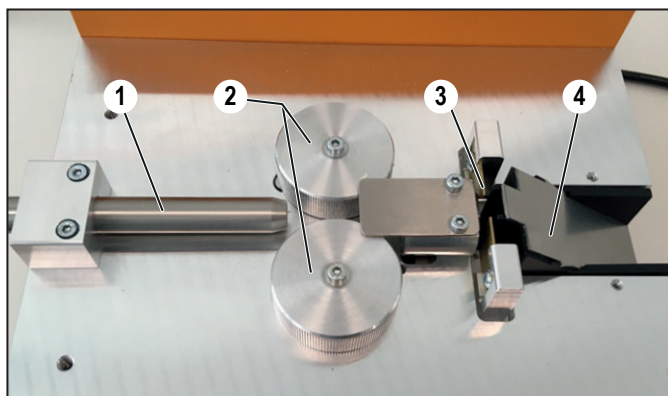

Bild 7.2 Arbeitsbereich reinigen
- Zuführrohr (Bild 7.2, **1**)
- Vorschubrollen (Bild 7.2, **2**)
- Schneidbereich (Bild 7.2, **3**)
- Rutsche (Bild 7.2, **4**)